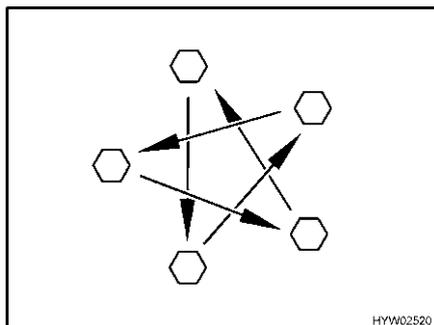

Fig. 206 Apretar las tuercas o los tornillos de las ruedas en forma de cruz
- Comprobar periódicamente que las tuercas o tornillos de las ruedas estén firmemente apretados. Reajustar en forma de cruz (Fig. 206) las tuercas o tornillos después de cambiar una rueda, al cabo de 50 km. Par de apriete, véase apartado 13.5.2.
- ▷ Apretar en forma de cruz las tuercas o los tornillos de las ruedas (Fig. 206).